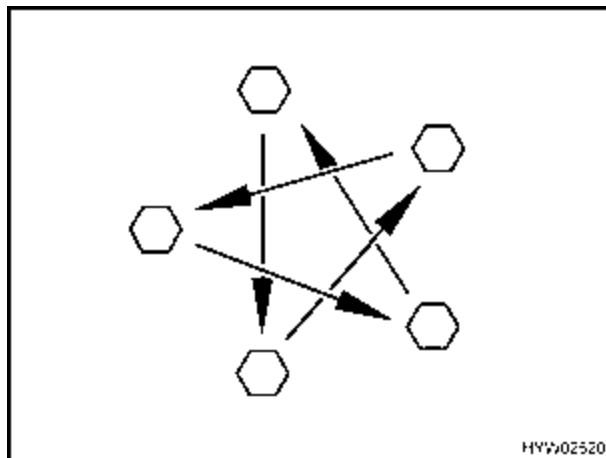

Fig. 171 Serrer en croix les boulons de roue
- Vérifier régulièrement le serrage des écrous de roues. Resserrer alternativement et en croix (Fig. 171) tous les écrous de roue 50 km après le changement d'une roue. Couple de serrage voir au paragraphe Couple de serrage.
- ▶ Serrer en croix les boulons de roue (Fig. 171). Couple de serrage voir au paragraphe Couple de serrage.